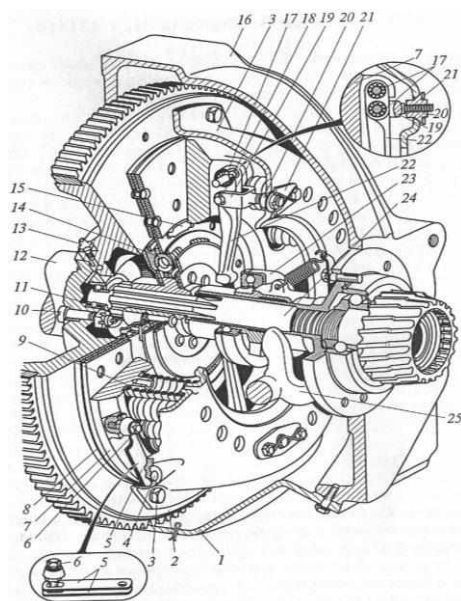

Рис.5.1 . Сцепление автомобиля:
1. Изучить устройство сцепления автомобиля ЗИЛ-431410, использовать при изучении учебные плакаты, инструкционные карты, рис.5.1- 5.3.